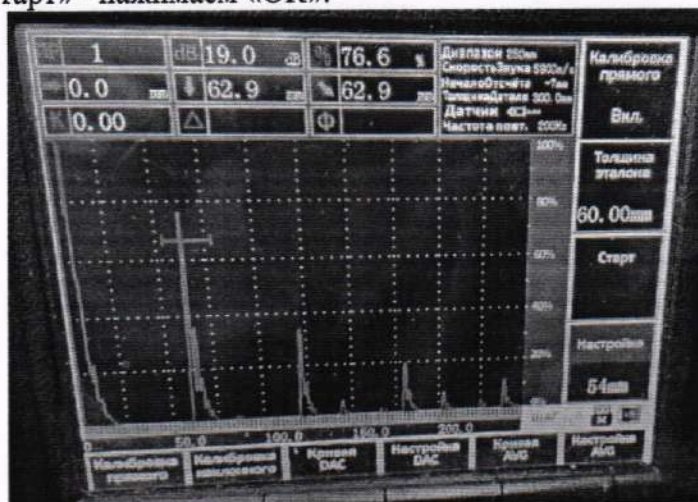

Рисунок 3
10.1.2.4 Перейти в меню (2-1-1) «Калибровка прямого», поворотом энкодера включить режим. В меню (2-1-2) «Толщина эталона» установить значение 59,0 мм. В меню (2-1-4) настроить положение строба так, чтобы он перекрывал первый донный эхосигнал (рисунок 3). В меню (2-1-3) «старт» - нажимаем «ОК».